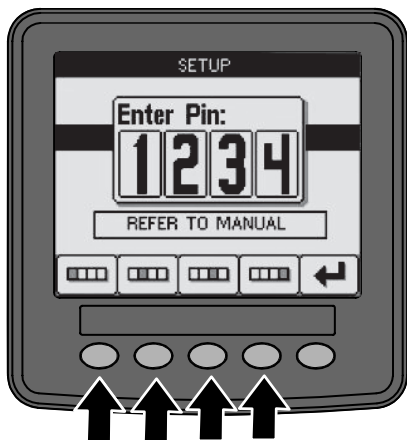

Figura 16
2. Pulse los botones como se muestra en la Figura 16 para introducir su código PIN.